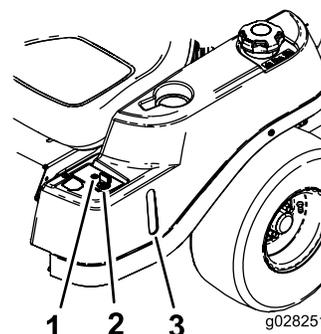

**Figura 5**
Antes de poner en marcha el motor y trabajar con la máquina, familiarícese con todos los controles en Figura 4 y Figura 5.
El acelerador controla la velocidad del motor y tiene un ajuste variable continuo de LENTO a RÁPIDO (Figura 5).
El mando de control de las cuchillas (TDF) engrana y desengrana la transmisión de potencia a las cuchillas del cortacésped (Figura 5).
- Al mover el interruptor Smart Park™ a la posición de CONECTADO (Figura 5).